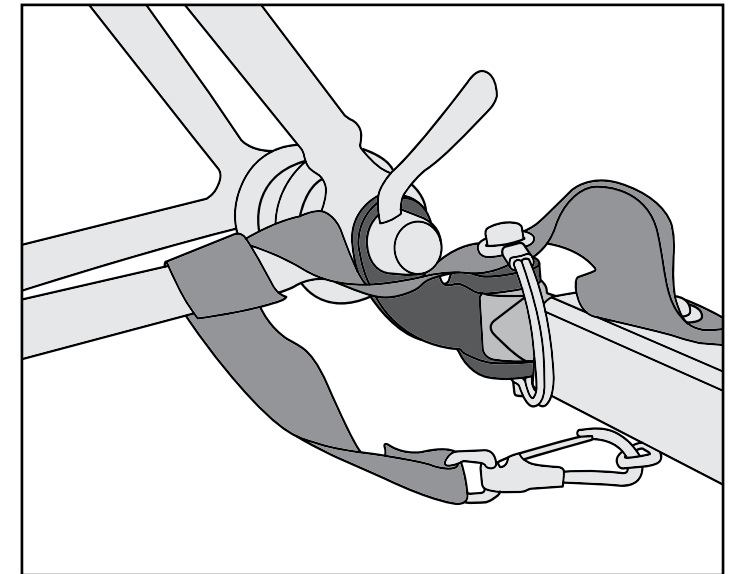

Figura 18
2. **Acoplar la barra de remolque al enganche:** inserte el conector flexible entre los dos orificios del enganche. Inserte el pasador de sujeción y cierre el retén. Enrolle la cinta de seguridad alrededor del cuadro de la bicicleta dos veces y engánchela al anillo en D de la barra de remolque (Figura 18). La cinta y el enganche no deben hacer contacto con los radios.